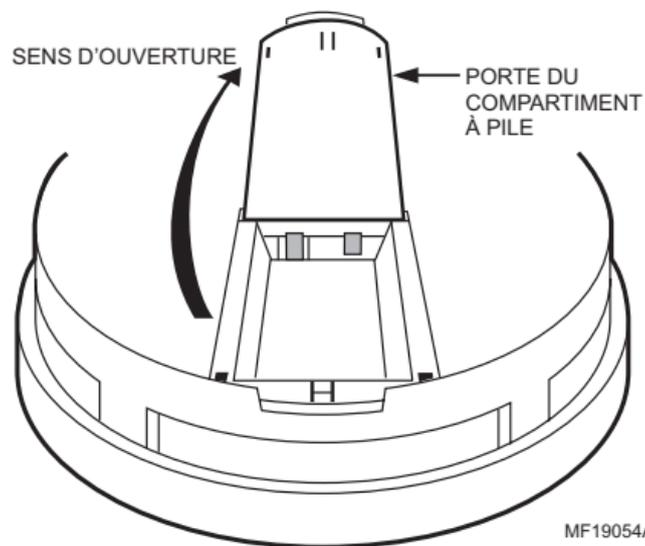

Fig. 5. Insertion de la pile.
5. Retirer la pile et la réinsérer dans la bonne position (+/-) comme l'illustrent les symboles dans le compartiment à pile. (Une fois la pile bien insérée, bien refermer la porte du compartiment à pile.) Voir la Fig. 5.
3. Vérifier que la pile est bien une pile alcaline de 9 volts et l'insérer en place; voir la Fig. 5 (nous recommandons les piles Duracell® MN1604).